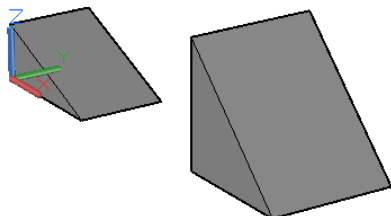

图 14-14 创建第二个楔体
创建的第二个楔体如图 14-14 所示。当然，用户也可以在“指定角点或 [立方体(C)/长度(L)]:”提示下选择“长度 (L)”提示选项，以按照分别指定的长、宽、高创建楔体。